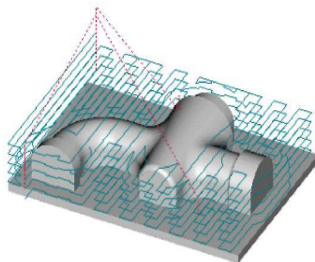

Рис. 4.48
2. При выполнении команды «Процессор» будет показана траектория движения инструментов (рис. 4.48) и появится диалог «Процессор» с сообщением «Успешное выполнение». Нажмите кнопку **ОК**.